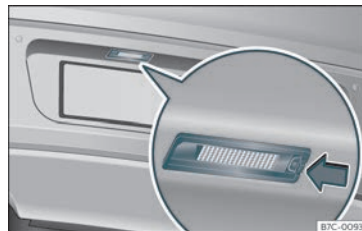

Fig. 51 No para-choques traseiro: luz da matrícula.
- Pressione a patilha da luz de matrícula no sentido da seta >>> **Fig. 51**.